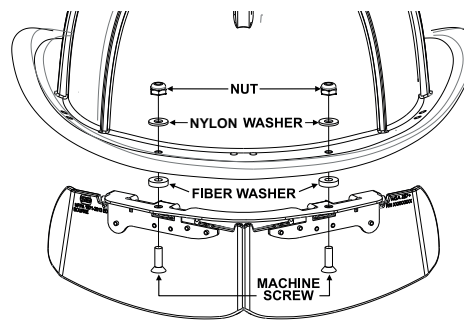
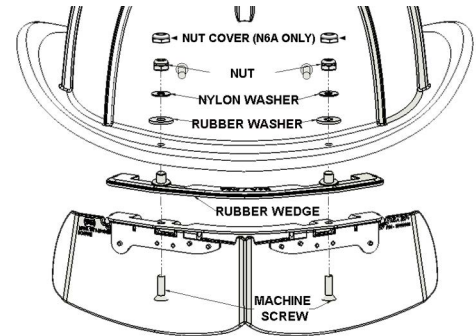

Fig. 6 Instalación de la visera plegable Bourke en los cascos 1010/1044/880/1836 para bomberos
Fig. 7 Instalación de la visera plegable Bourke en los cascos de cuero
(4) Con los herrajes suministrados, monte la visera plegable Bourke en el casco correspondiente como se muestra en la Fig. 6 y en la Fig. 7.
(5) Quite la cubierta protectora de los lentes.